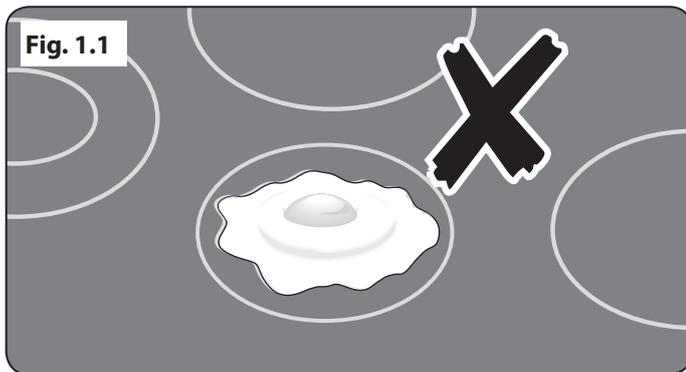

Fig. 1.1
- Ne faites jamais cuire des aliments à même la table de cuisson (**Fig. 1.1**).